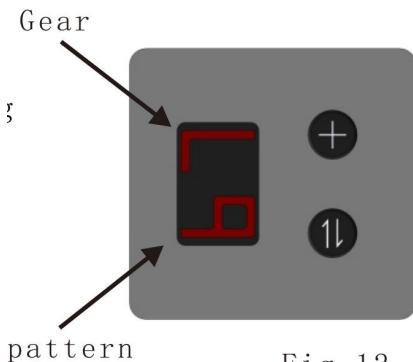

Fig. 12
- Vérifier l'aspect de la face de fusion par friction (référence Figure 12) qui doit être uniforme et plate. Si la surface n'est pas bonne, vérifiez le réglage du temps de fusion par friction (voir 6.3.Section 3).